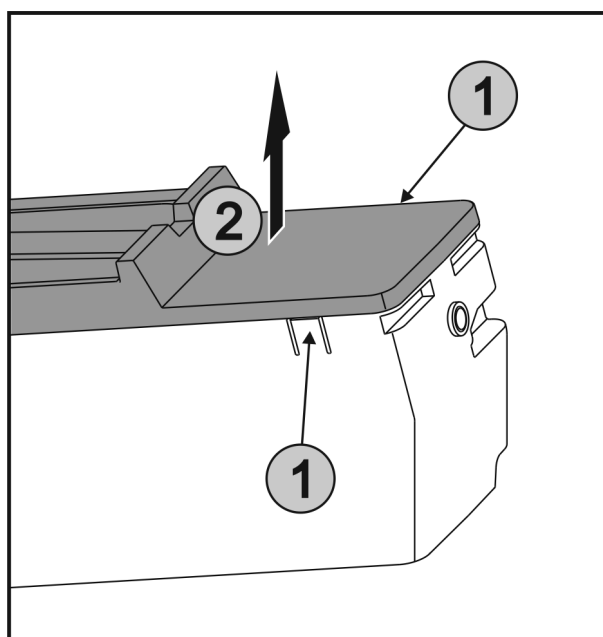

Fig. 56
- ▶ Stlačte západky Fig. 56 (1) na obou stranách EasyTwist-Ice současně a sejměte kryt Fig. 56 (2) směrem nahoru.